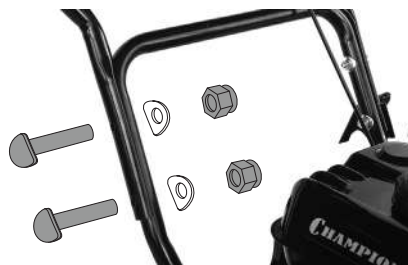

Рис. 6 Установка рукояток
3. Установите рабочие рукоятки с панелью на стойку и закрепите с помощью болтов, шайб и гаек, как показано на Рис. 6.